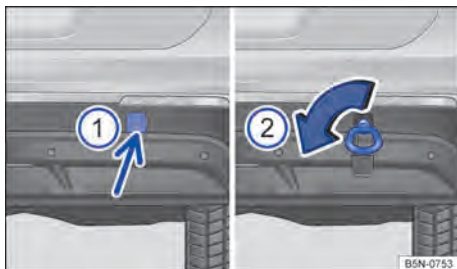

Fig. 212 No para-choque traseiro à direita: argola de reboque rosqueada.
O alojamento da argola de reboque rosqueável está localizado à direita do para-choque traseiro, atrás de uma cobertura → Fig. 212 ⓘ. Em veículos com dispositivo de reboque instalado de fábrica, atrás da cobertura **não** há um alojamento para a argola de reboque rosqueável. Para rebocar, bascular a rótula de engate para fora ou montar e utilizar a rótula de engate → Página 254.
- Pressionar na área inferior da cobertura → Fig. 212 ⓘ (seta) para soltar o encaixe da cobertura.
- Rosquear a argola de reboque tão firme quanto possível **no sentido anti-horário** no alojamento → Fig. 212 → ⓘ. Utilizar um objeto apropriado com o qual a argola de reboque possa ser rosqueada totalmente e com firmeza no alojamento.